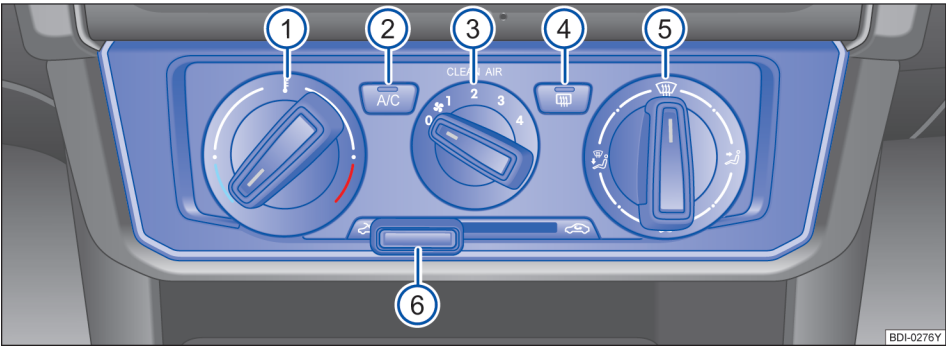

图 120 中控台上：手动空调的操作元件
将鼓风机旋钮③⇒图 120 转动至 0 位置，即可关闭空调系统。